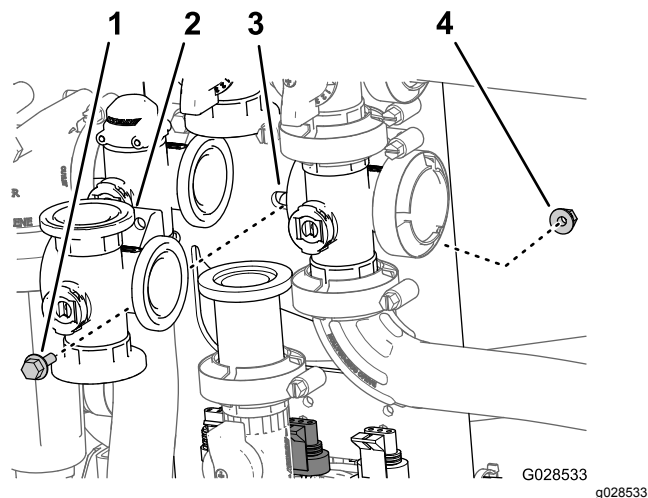

図 91
2. 攪拌バルブをバルブマウントに固定しているフランジヘッドボルトとフランジロックナットを外してバルブマニホルドを機体から取り外す 図 91。